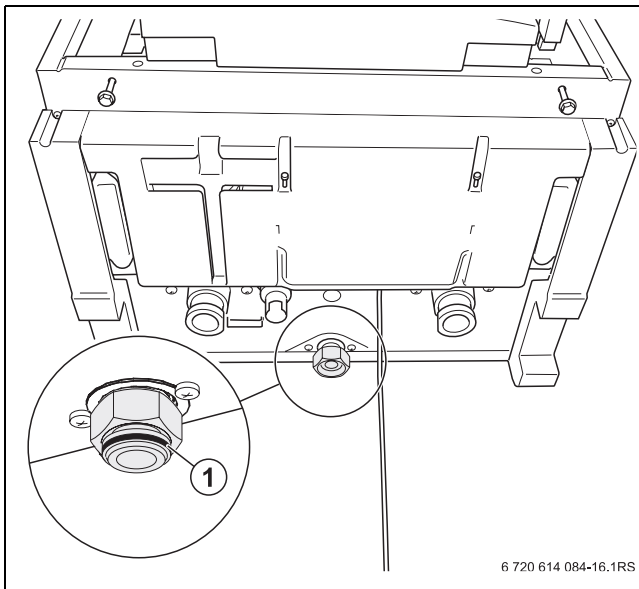

Fig. 3 Garnitură din cauciuc
- ▶ Asigurați-vă că garnitura plată de cauciuc montată din fabricație se află în îmbinarea cu șuruburi (pe partea aparatului) (→ fig. 3, **lupa**).